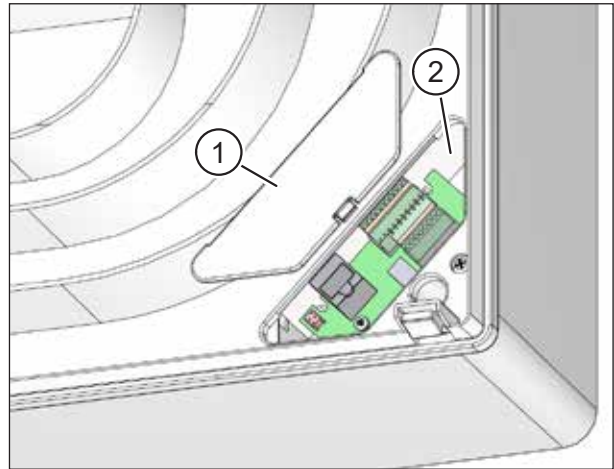

Abb. 31: Netzwerkdeckel aufsetzen
- ▶ Setzen Sie den Netzwerkdeckel (Pos. 1 in Abb. 31) auf die Öffnung (Pos. 2 in Abb. 31) und rasten Sie ihn ein.